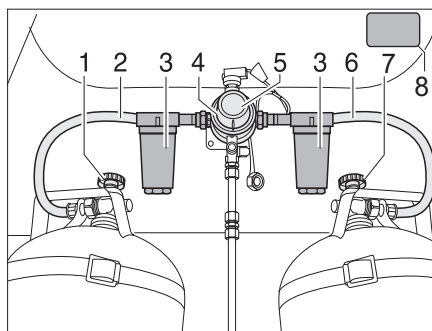
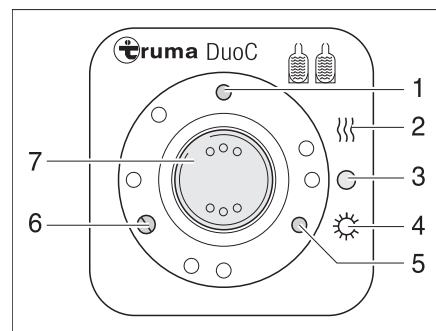

Fig. 86 Dispositif de commutation DuoControl
Fig. 87 Unité de commande
Le dispositif de commutation DuoControl est constitué d'une robinetterie de commutation (Fig. 86,4) et de l'unité de commande (Fig. 87). La robinetterie de commutation est montée entre les flexibles de gaz (Fig. 86,2 et 6). Avec le bouton rotatif (Fig. 86,5) sur la robinetterie de commutation, on peut déterminer laquelle des bouteilles de gaz est la bouteille de service et quelle bouteille de gaz est utilisée comme bouteille de réserve.
La robinetterie de commutation (Fig. 86,4) est équipée de l'installation de dégivrage du régulateur EisEx. On évite ainsi des dérangements de l'installation de gaz en hiver.
Avant la robinetterie de commutation se trouvent de chaque côté un filtre à gaz (Fig. 86,3), lequel protège l'installation de gaz de l'encrassement par l'huile et des impuretés.
Seules les fonctions électriques peuvent être commandées sur l'unité de commande (Fig. 87). Les robinets principaux des bouteilles de gaz (Fig. 86,1 et 7) doivent être ouverts à la main.
Lorsque le voyant de contrôle (Fig. 87,6) vert est allumé, la bouteille de service est pleine. Lorsque le voyant de contrôle (Fig. 87,5) rouge est allumé, la bouteille de service est vide. L'alimentation en gaz se fait alors via la bouteille de réserve.
- Ouvrir les robinets principaux des bouteilles de gaz (Fig. 86,1 et 7).
- Avec le bouton rotatif (Fig. 86,5) situé sur la robinetterie de commutation (Fig. 86,4), sélectionner la bouteille de gaz à partir de laquelle le gaz sera utilisé principalement (bouteille de service). Toujours tourner le bouton rotatif à fond.
- Mettre le commutateur à bascule (Fig. 87,7) sur "O" (Fig. 87,3). Le voyant de contrôle jaune (Fig. 87,1) s'éteint.
- Fermer les robinets principaux des bouteilles de gaz (Fig. 86,1 et 7).
Les voyants de contrôle de l'unité de commande (Fig. 87,5 et 6) signalent à l'intérieur du véhicule si la bouteille de gaz est en état de marche.
Lorsque le voyant de contrôle vert (Fig. 87,6) s'éteint pendant le fonctionnement et que le voyant de contrôle rouge (Fig. 87,5) s'allume, la bonbonne de gaz sélectionnée comme bouteille de service est vide et doit être remplacée. La bouteille de réserve alimente les appareils à gaz.
- ▶ Tenir compte de l'autocollant de sécurité (Fig. 86,8) sur le compartiment à gaz.